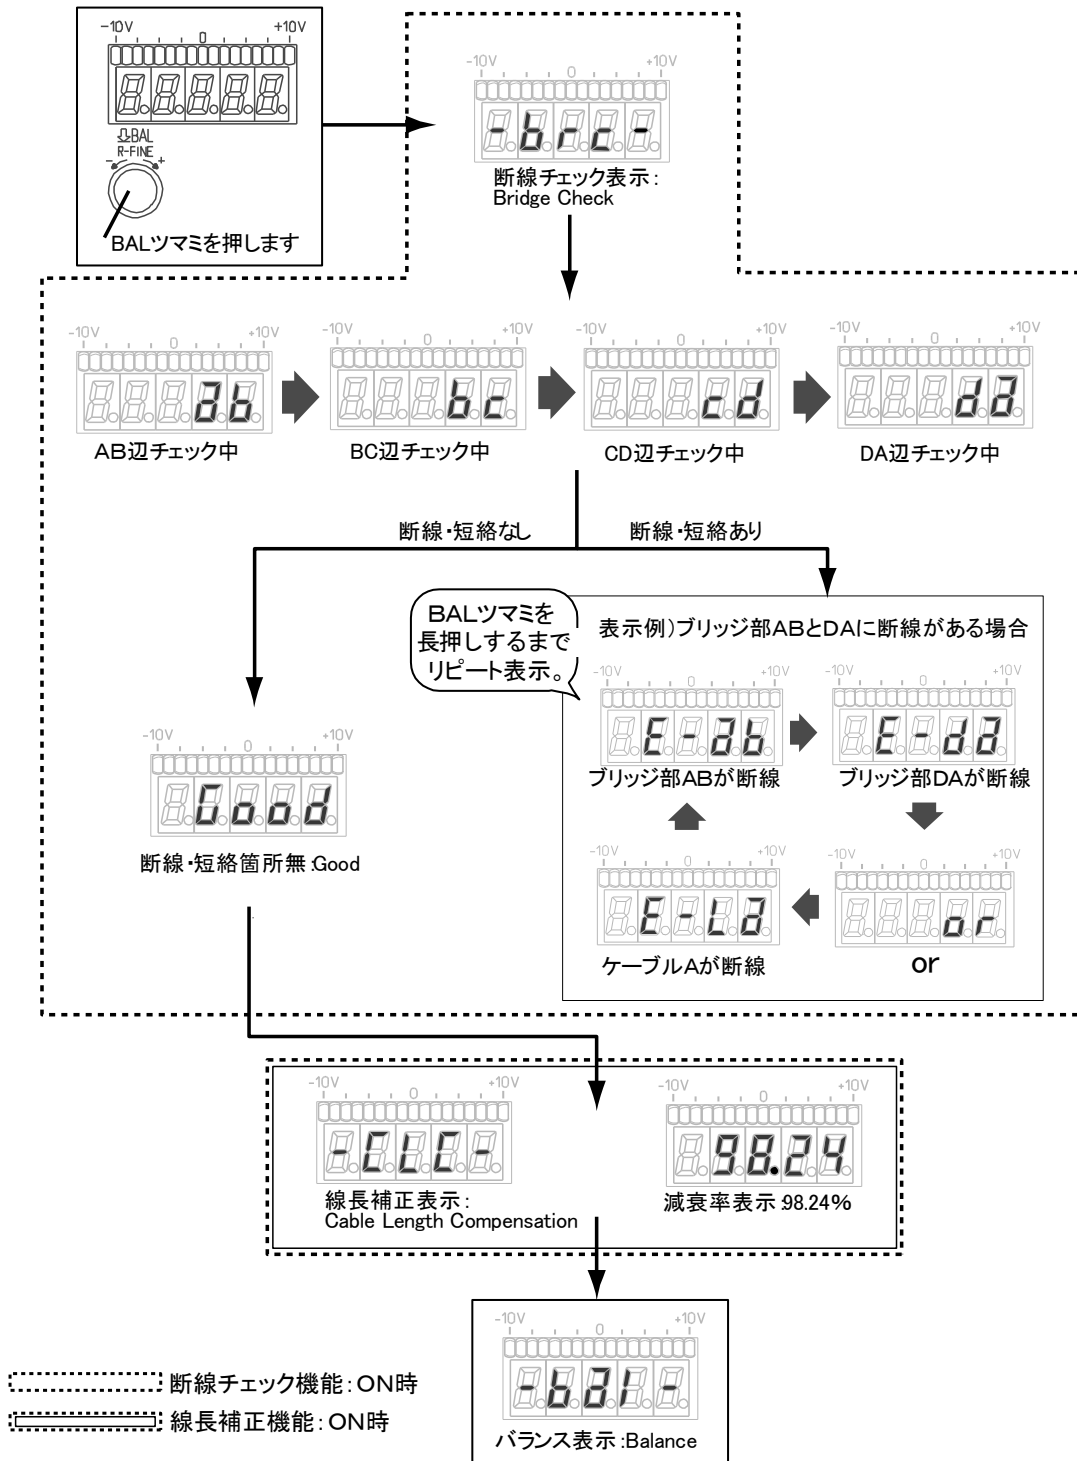

図 2-5 BAL 実行時の表示内容
mV → $\mu\varepsilon$ 、 $\mu\varepsilon$ → mVに変更するには校正値設定ツマミ⑫(図2-5参照)を1秒以上、長押しすることにより変更します。(校正値LEDの単位表示が $\mu\varepsilon$ → mVに変更されます。)